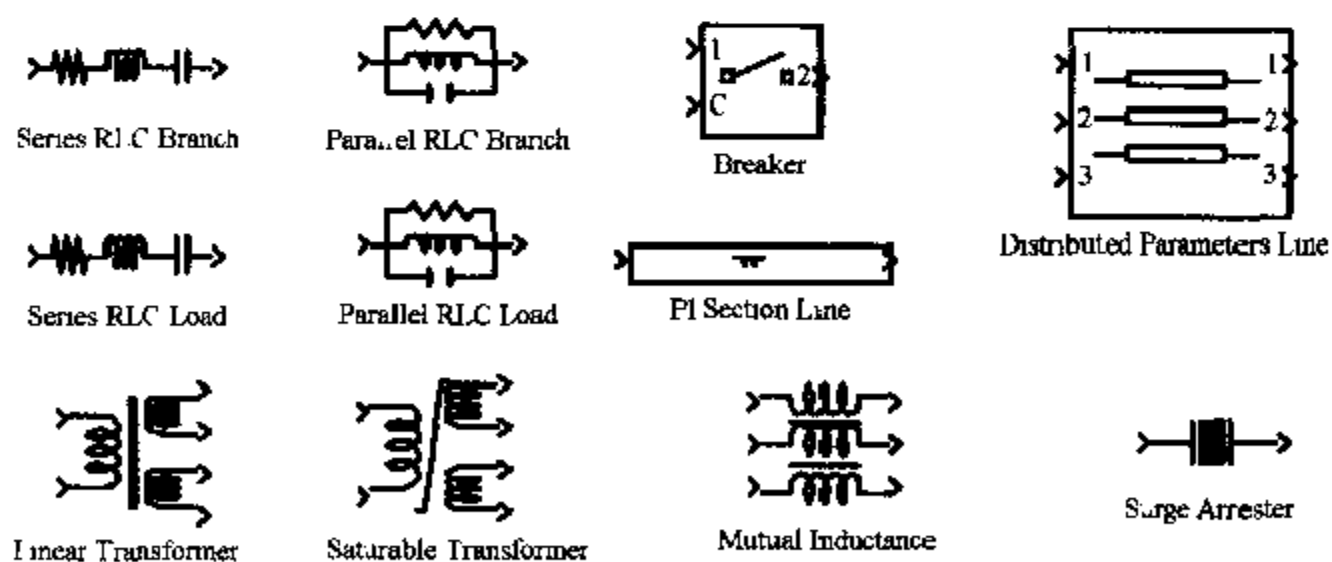

图 6.40 电源系统模块集元件模块库中的模块
2) 元件模块库中的模块如图 6.40 所示。有:串联 RLC 支路、串联 RLC 负载、并联